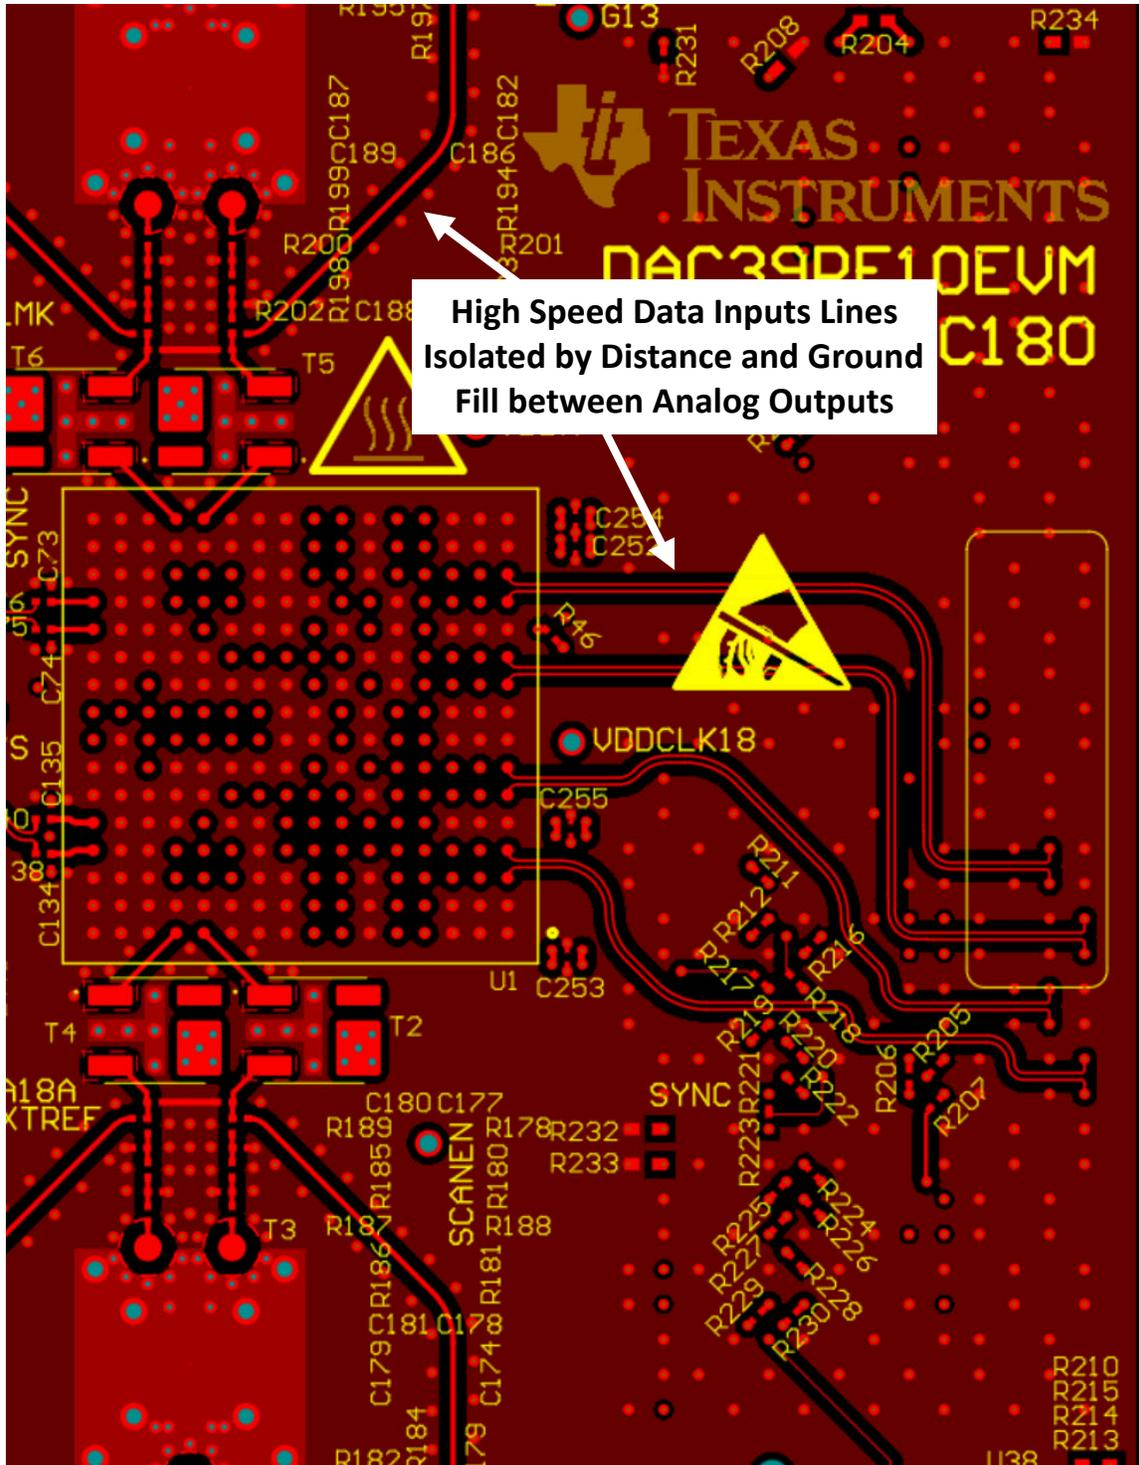

図 9-27. グラウンドフィル絶縁による Serdes の上層配線
9. JESD204x のデータ出力配線とアナログ入力配線が結合する場合がありますので、特に注意が必要です。JESD204x 入力からのノイズの切り替えは、アナログ出力トレースに結合し、DAC の入力帯域幅が広い広帯域ノイズとして現れることがあります。可能であれば、Serdes JESD204x データ入力を DAC 出力トレースから別の層に配線して、ノイズの結合を回避します。例として 図 9-27 と 図 9-28 を参照してください。